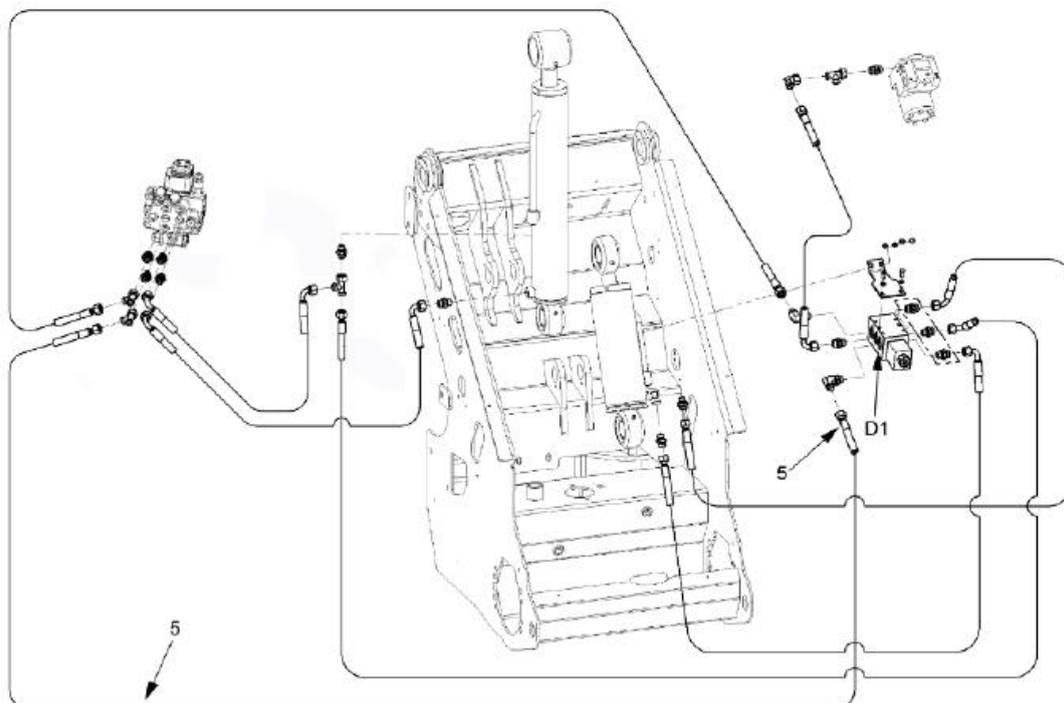

РИС.6
Снимите шланг (5) с порта удлинителя цилиндра самовыравнивания и закрепите его на коленчатом фитинге 90° М 3/8" - 12L на порте D1 (РИС.6)